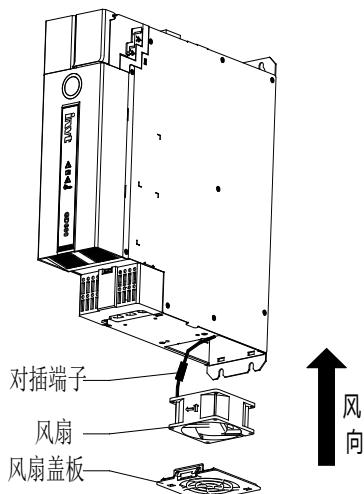

图 11-1 7.5kW (含) 以上逆变风扇维护示意图
- 5、将新的冷却风扇装入变频器内;并按照相反的顺序将风扇线缆对插端子接好,将风扇塞进风扇安装机箱对应位置,扣上风扇盖板,请注意风扇的风向与变频器风向保持一致如图 11-1 所示。